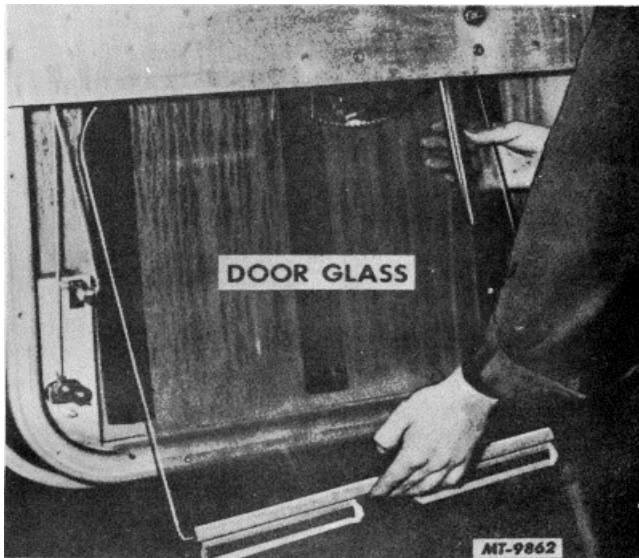

Fig. 11
13. Lift door glass out of door lower opening, Fig. 11.